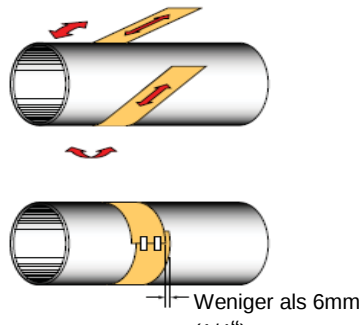

Abb. 26: Ausrichtung mit Papierstreifen
- 2) Den Sensor nun am Rohr entsprechend des zuvor berechneten Abstands installieren und manuell fest sichern. Siehe Abb. 26. Wenn die Signalqualität mehr als 10% beträgt, den Sensor an diesem Standort befestigen. Falls die Signalqualität unter 10% liegt, den Sensor manuell langsam auf den anderen Sensor zu- und wegbewegen und dabei die Anzeigewerte für die Signalqualität beobachten. Die Signalqualität kann von der Anzeige des Modells DXN abgelesen werden. Der Sensor ist an der Position zu befestigen, wo die höchste Signalqualität festgestellt wurde. Die werksseitig voreingestellte Signalqualität beträgt 10%. Unter manchen Anwendungsbedingungen können diese 10% jedoch nicht erreicht werden. Bei Werten unter 10% liefert das Modell DXN keine Messergebnisse.